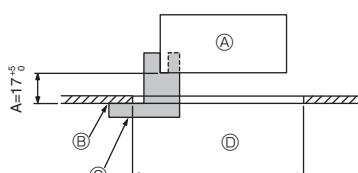

Fig. 9-2
① Kratka	1	950 × 950 (mm)
② Przymiar montażowy	1	(złożony z 4 części)
③ Bezprzewodowy pilot zdalnego sterowania	1	Do PLP-6EALM
④ Uchwyty pilota zdalnego sterowania	1	Dodatek, gdy jest wyposażona w bezprzewodowego pilota zdalnego sterowania.
⑤ Baterie LR6 AA	2	Dodatek, gdy jest wyposażona w bezprzewodowego pilota zdalnego sterowania.
⑥ Wkręty samogwintujące 3,5 × 16	2	Dodatek, gdy jest wyposażona w bezprzewodowego pilota zdalnego sterowania.
9.2. Przygotowania do zamocowania kratki (Fig. 9-2)
- Używając przymiaru ② dostarczonego z zestawem, należy ustawić i sprawdzić położenie urządzenia głównego w stosunku do powierzchni sufitu. Jeśli urządzenie główne jest nieprawidłowo ustawione względem powierzchni sufitu, może dojść do wypływu powietrza lub gromadzenia się skroplin.